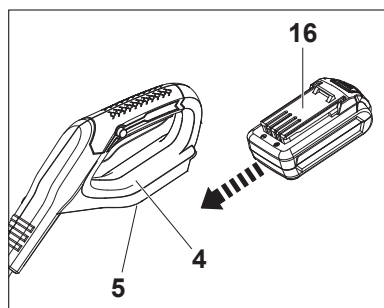

Fig. 4
1. Alinee el acumulador (16) con las ranuras de inserción presentes en su correspondiente puerto de anclaje (5) situado debajo de la guarda de protección de la empuñadura principal (4) y, a continuación, empuje el acumulador para instalarlo. Asegúrese de que suene un chasquido indicativo de que ha encajado firmemente en su sitio (Fig. 4).